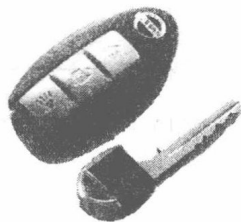

图 0-4 车门的开启工具
(1) 车门的开闭 车门开启可采用钥匙或遥控器打开, 如图 0-4 所示。